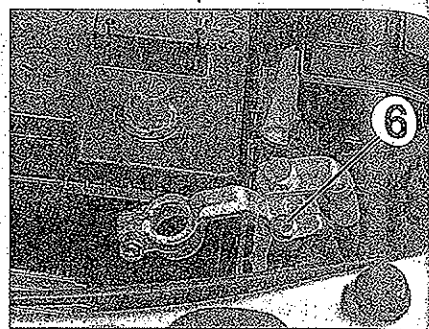

FIG. 8
- el cable de masa (6) (fig. 8).